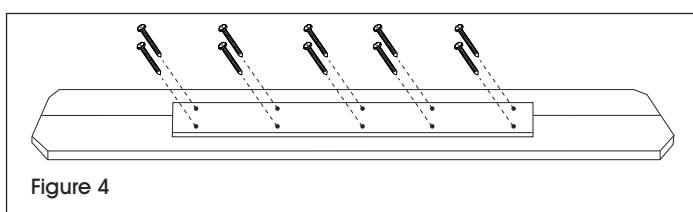

Figure 4
10. Fixez un renfort de soutien au centre des deux planches du banc en vous assurant que le renfort est situé à égale distance des deux extrémités du banc. Prépercez des trous à l'aide de la mèche de perceuse de 1/8 po et fixez-le à l'aide de dix vis à bois de 2 1/2 po. Répétez l'opération pour le deuxième banc. (Voir Figure 4)